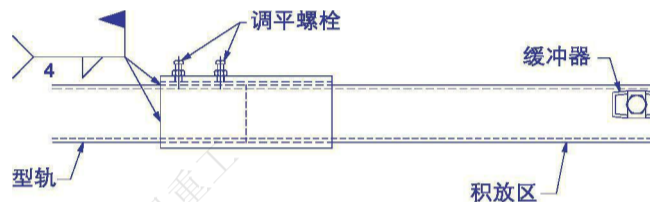

图7B. 在125-250kg系列型轨上焊接积放区
➡ 配备滑车的系统，以及 125kg 或 250kg 系列的型轨(图 7B)
7.7 将积放区焊接到固定型轨的相应位置。（图 7B）
7.8 将终端缓冲器（在 7.1 步中被拆卸的）安装在积放区的末端（图 7B）